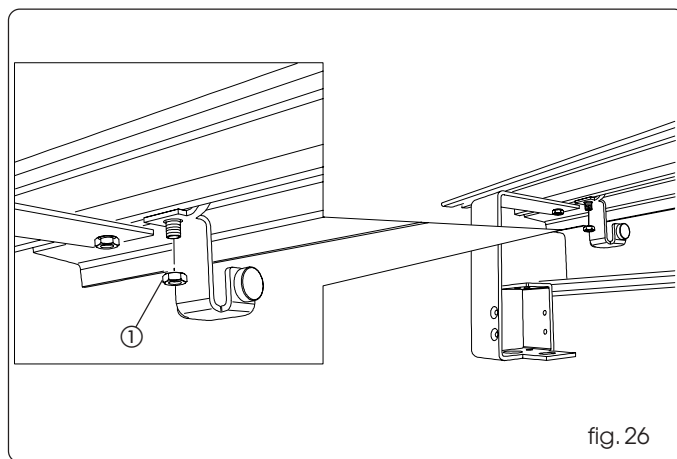

fig. 26
afloje las tuercas de bloqueo de los bloqueos mecánicos (fig. 26 ref. ①) y colóquelos en los extremos del travesaño.